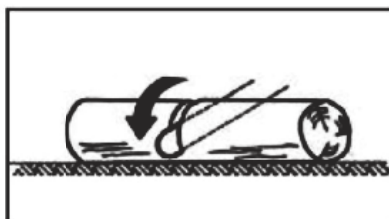

Fig.4A
1. Toras apoiadas em todo o comprimento: Corte pela parte superior (sobre-talho), tomando cuidado para não cortar o solo (Fig. 4A).